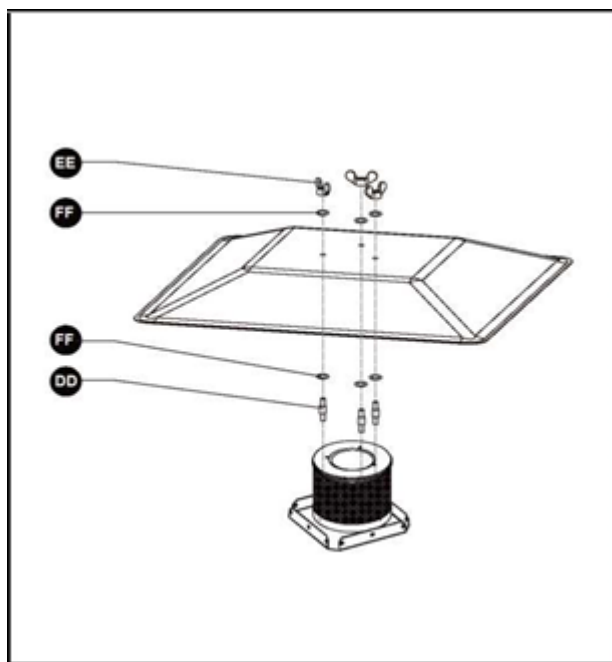

Рис. 8. Установка отражателя на дожигатель.
Прикрутите шпильки 3 шт. (DD) к дожигателю в сборе (В), наденьте плоские шайбы 3 шт. (FF) на верхнюю часть шпильки (DD), затем наденьте отражатель (А) на шпильки (DD), закрепите их тремя плоскими шайбами (FF) и тремя гайками (EE), как показано на Рис.8.